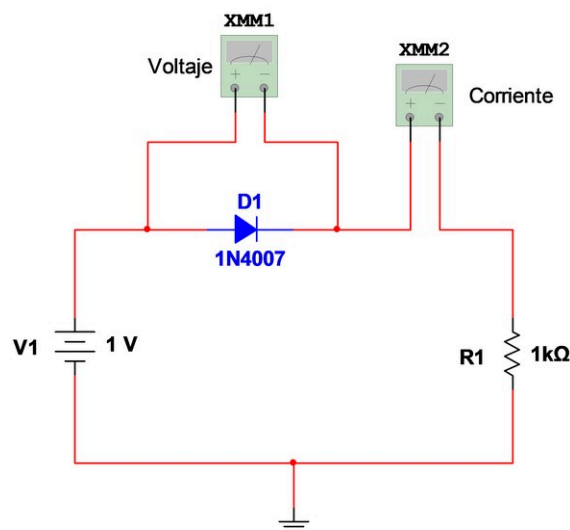

Figura 4. Circuito para la polarización directa del diodo.
- Arme el circuito de la figura 4 y, con el simulador Proteus, tome las medidas solicitadas en la tabla 1.
- En el protoboard, arme el circuito de la figura 4. Antes de encender la fuente de alimentación considere lo siguiente: